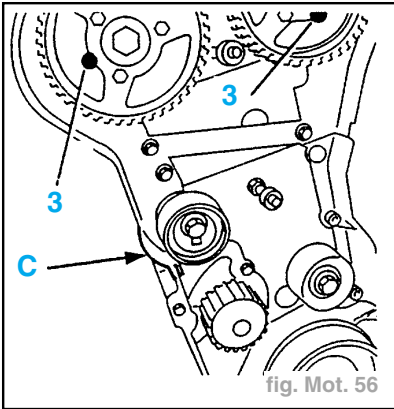

fig. Mot. 56
- Monter la culasse, pignons d'arbres à cames pigés (3) (fig. Mot. 56).